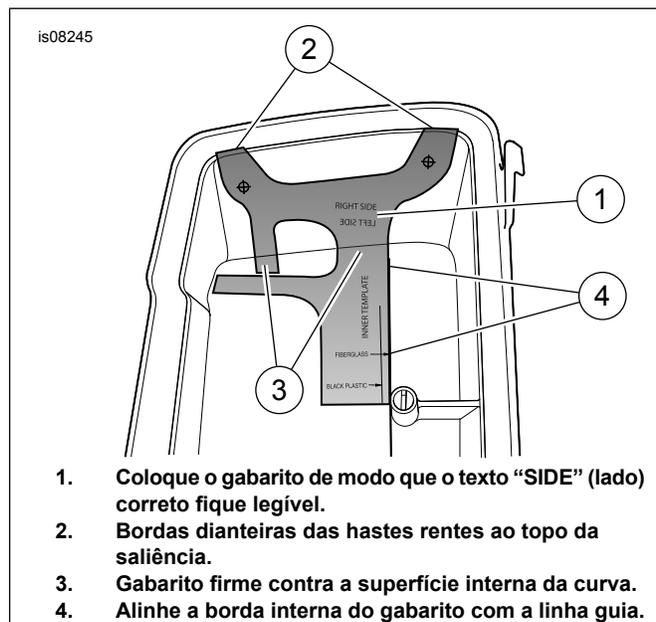
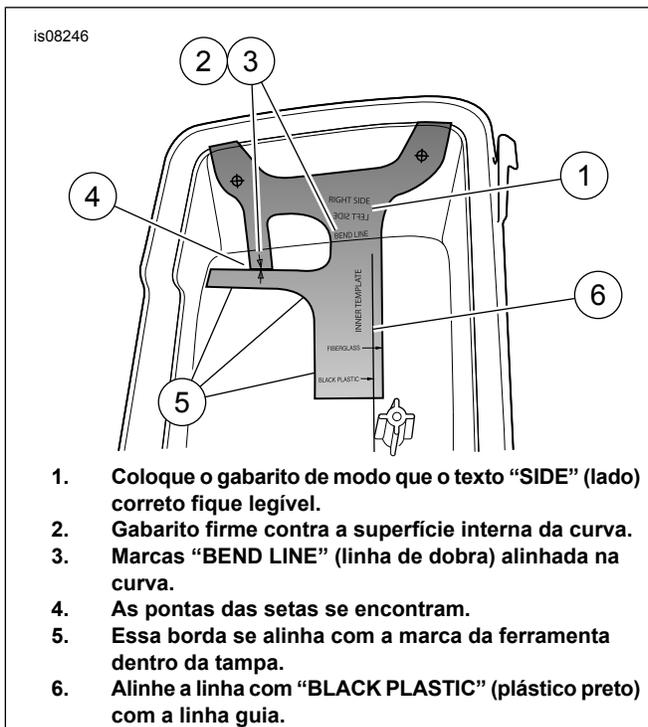

Figura 5. Posicione o gabarito interno (tampa de fibra de vidro do lado direito exibida)
Figura 6. Posicione o gabarito interno (tampa de plástico preto do lado direito exibida)
4. Veja Figura 5 e Figura 6. Pegue o “GABARITO INTERNO” do kit. Coloque o gabarito dentro da tampa do alforje com o texto “SIDE” (lado) correto legível e com a régua mais comprida do gabarito (sem a guia) o mais próximo possível das colunas de montagem da presilha de fechamento.